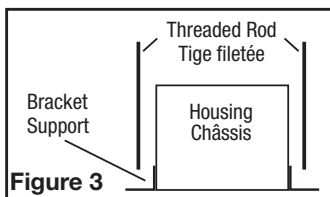

Figure 3
- Hanging Bar Mounting:** Lift unit up onto the threaded rods and secure in place using appropriate hardware (not included) (**Figure 3**).
- Montage de la barre de suspension:** soulevez l'unité sur les tiges filetées et fixez-la en place à l'aide de matériel approprié (non inclus) (**Figure 3**).